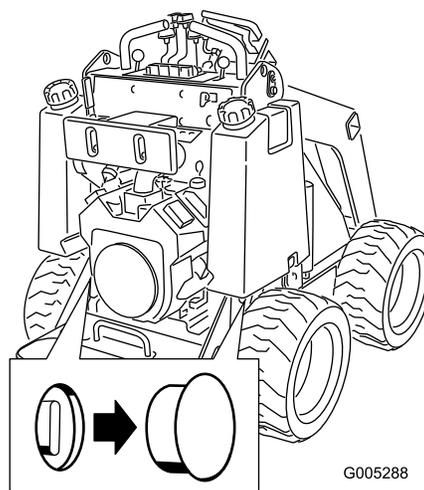

Рисунок 11
2. Снимите заглушки, закрывающие клапаны буксировочного устройства, расположенные под каждым топливным баком (Рисунок 11).